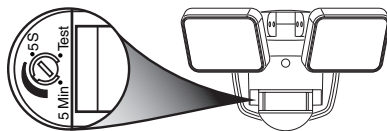

Figura 7
7. Gire el disco de control para fijar la cantidad de tiempo que la luz debe quedarse prendida después de que todo movimiento se ha parado (ajustable entre 5 segundos y 5 minutos) (vea la Figura 7). *Nota:* Cuando se fije entre 5 segundos y 5 minutos, la lámpara sólo funcionará al anochecer (puesta del sol).